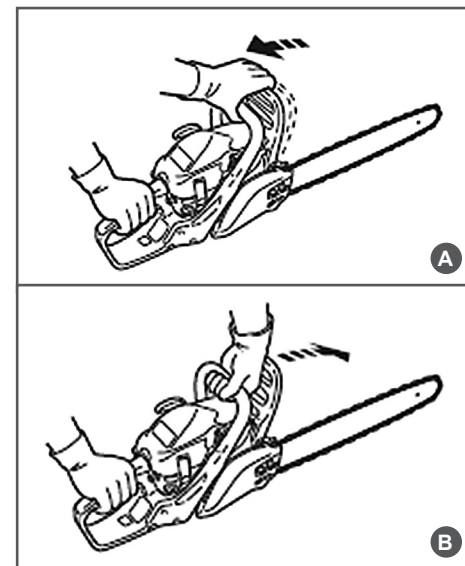

Рис. 6 Проверка механического тормоза цепи
Тормоз цепи выключен (цепь может вращаться), когда ручка тормоза взведена (Рис. 6А).
Тормоз цепи включен (цепь не имеет возможности вращаться), когда ручка тормоза находится в отжатом положении (Рис. 6В).
- Используя тормоз цепи, переместить левое запястье от себя и нажать им на ручку тормоза, не отпуская рукой переднюю рукоятку пилы (Рис. 6В).
- Заведите ручку тормоза (Рис. 6А).